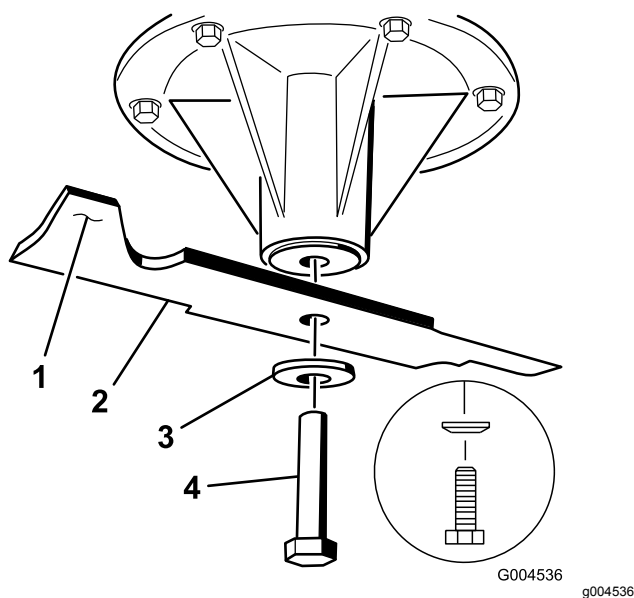

Figure 101
- Placez la lame sur l'axe (Figure 101).
- Mettez en place la rondelle élastique et le boulon de la lame (Figure 101).
Remarque: Le cône de la rondelle élastique doit être dirigé vers la tête du boulon (Figure 101).